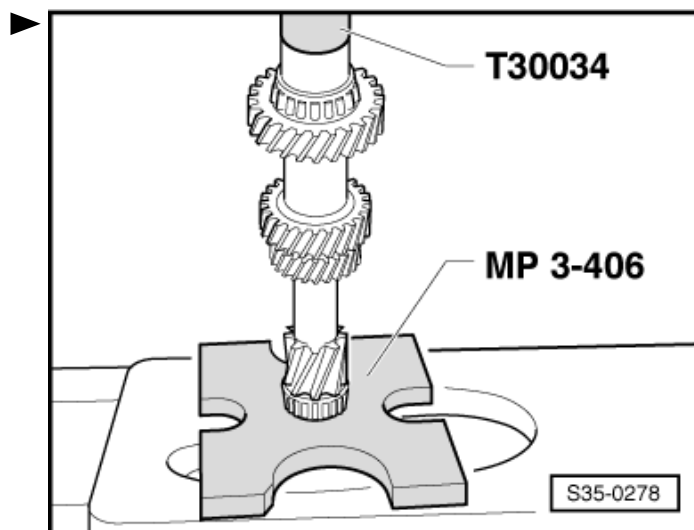

Abb. 11: Außenring/Kegelrollenlager auspressen
- ☐ auspressen ⇒ Abb. 11 in **35-1** Seite 6